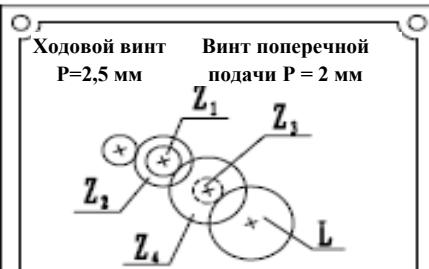

**Рис. 22**
1. Используйте ручку переключателя (A, Рис. 22) для выбора направления и скорости подачи.
2. Используйте таблицу (B, Рис. 22) на токарном станке для выбора скорости подачи или шага резьбы. Переключите скорость, если не достигается необходимая скорость подачи или шаг резьбы.